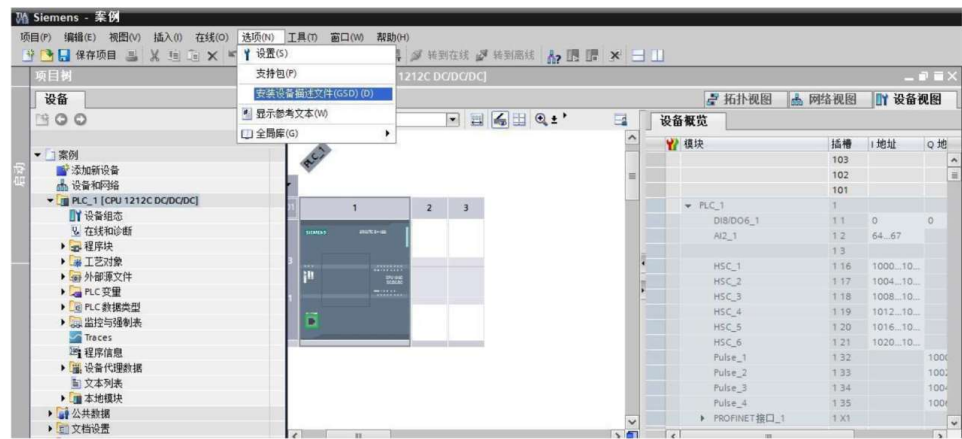
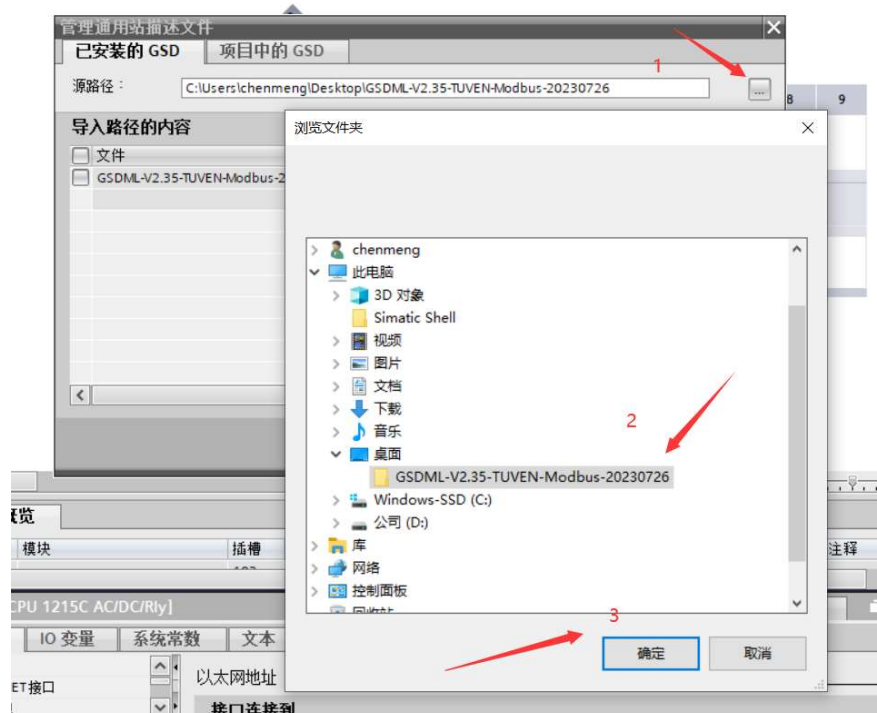

图 4-1
图 4-2
Step1: 根据图 4-1 所示路径，打开“安装设备描述文件”窗口，进入图 4-2 所示界面。
Step2: 根据图 4-2 所示步骤，选择包含 GSD 文件的文件夹，点击“确定”。即可显示出文件夹中的 GSD 文件，如图 4-3 所示